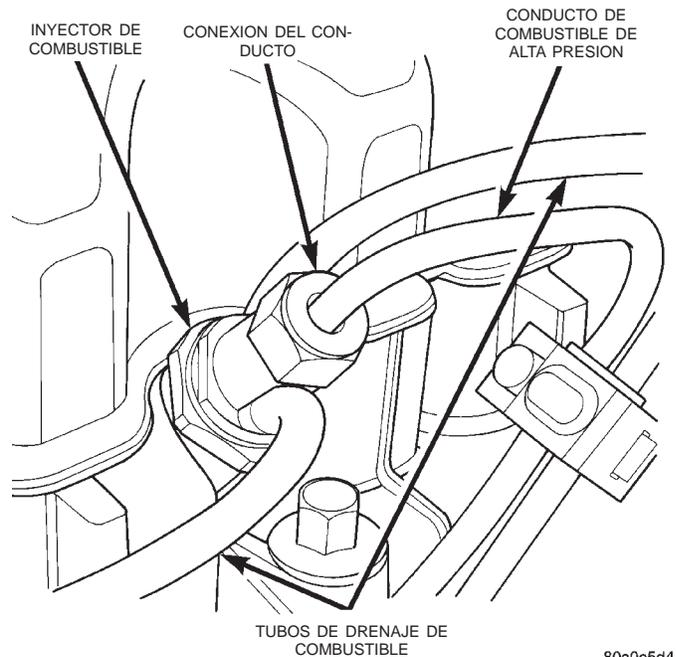

Fig. 37 Inyector de combustible—característico
(1) Desconecte el cable negativo de la batería.
(2) Limpie exhaustivamente el área situada alrededor del inyector con aire comprimido.
(3) Retire las mangueras (tubos) de drenaje de combustible de cada inyector (Fig. 37) que requiera